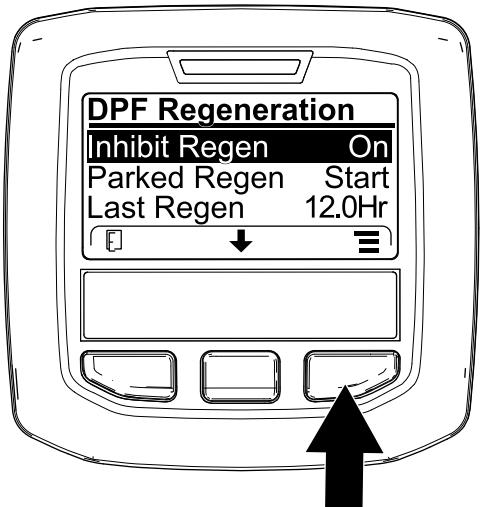

Bild 31
1. Navigieren Sie auf das Menü „DPF Regeneration“, drücken Sie die mittlere Taste und navigieren Sie auf die Option INHIBIT REGEN.; drücken Sie die rechte Taste, um den Eintrag „Inhibit Regen.“ auszuwählen (Bild 31).
2. Drücken Sie die rechte Taste, um die Einstellung für das Verhindern der Regenerierung von „On“ in „Off“ (Bild 31) oder von „Off“ in „On“ (Bild 32) zu ändern.